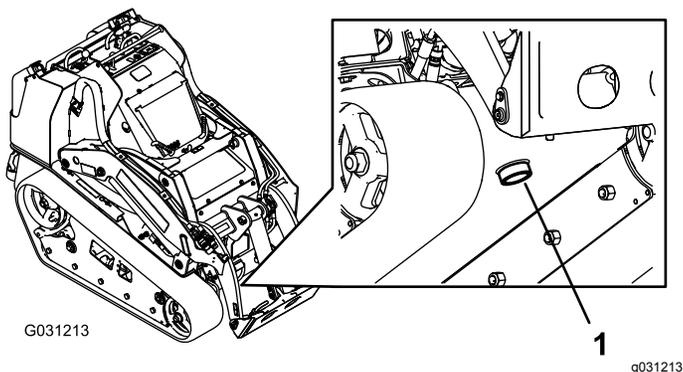

Рисунок 74
7. Разместите большой сливной поддон (емкостью 57 литров) под сливной пробкой в передней части машины (Рисунок 74).
8. Снимите сливную пробку и дайте маслу стечь в поддон (Рисунок 74).